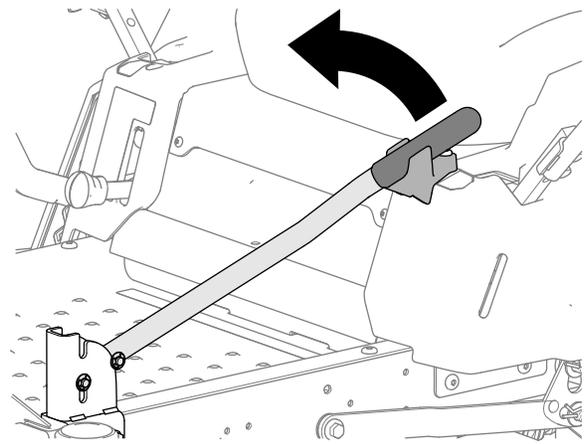

Bild 16
1. Klappen Sie den Stützgriff nach oben, wie in Bild 16 dargestellt.